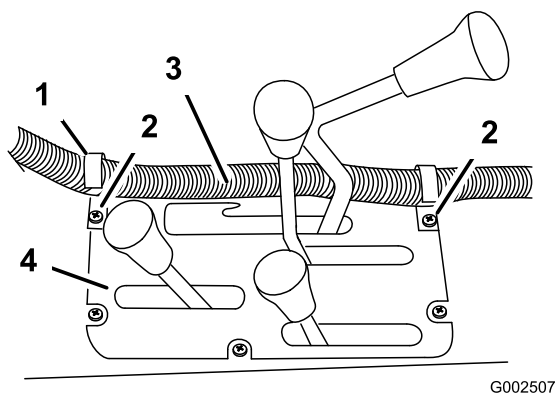

Figura 16
4. Installate 2 fermagli a J sulla consolle centrale nei punti indicati in Figura 16 usando le viti esistenti.